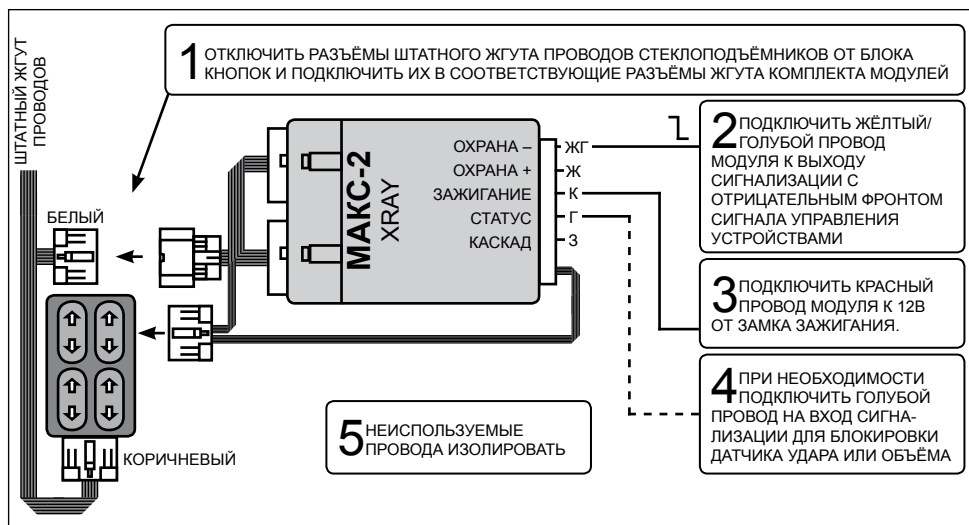

Рисунок 3. Схема подключения комплекта модуля МАКС-2 XRAY к сигнализации с отрицательным фронтом на выходе управления внешними устройствами
5.6 Модуль устанавливается рядом с блоком кнопок стеклоподъёмников водителя. Отключите разъёмы штатного жгута проводов от блока кнопок. Подключите модуль к белым разъёмам (Рисунок 3).